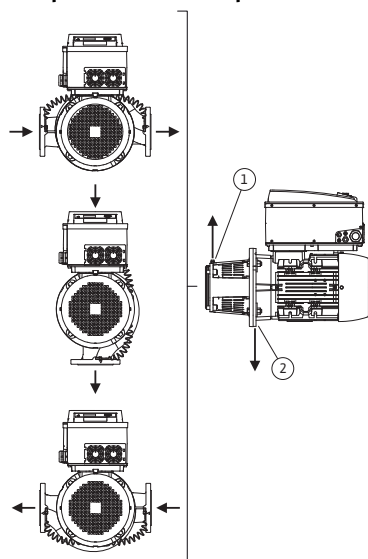
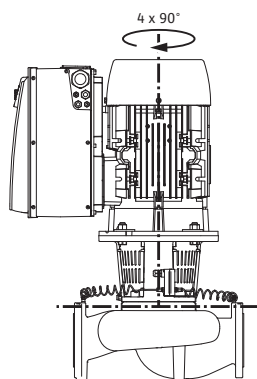

Fig. 18: Допустими монтажни положения с хоризонтален моторен вал
Fig. 19: Допустими монтажни положения с вертикален моторен вал
Допустимите монтажни положения с хоризонтален моторен вал и електронен модул нагоре (0°) са изобразени на Fig. 18. Не са изобразени допустимите монтажни положения със странично монтиращ се електронен модул (+/- 90°). Допустимо е всяко монтажно положение освен „електронен модул надолу“ (-180°). Обезвъздушаването на помпата е гарантирано само тогава когато обезвъздушителният вентил сочи нагоре (Fig. 18, поз. 1). Само в тази позиция (0°) образувалият се кондензат може да бъде отведен целесъобразно през предвидения за тази цел отвор, латерната на помпата, както и мотора (Fig. 18, поз. 2). За тази цел отстранете крана на фланеца на мотора.
Допустимите монтажни положения с вертикален моторен вал са изобразени на Fig. 19. Допустимо е всяко монтажно положение, освен „мотор надолу“.
- Обезвъздушителният вентил на латерната (Fig. 6, поз. 1.31) винаги трябва да сочи нагоре при хоризонтален моторен вал (Fig. 6a: и Fig. 6b:). При вертикален моторен вал е допустима всякаква ориентация. Виж също Fig. 18: „Допустими монтажни положения с хоризонтален моторен вал“ на страница 27, респ. Fig. 19: „Допустими монтажни положения с вертикален моторен вал“ на страница 27.
- При хоризонтален моторен вал отворите за кондензата трябва да бъдат разположени надолу (Fig. 18, поз. 2). Ако е необходимо, моторът трябва да бъде завъртян.